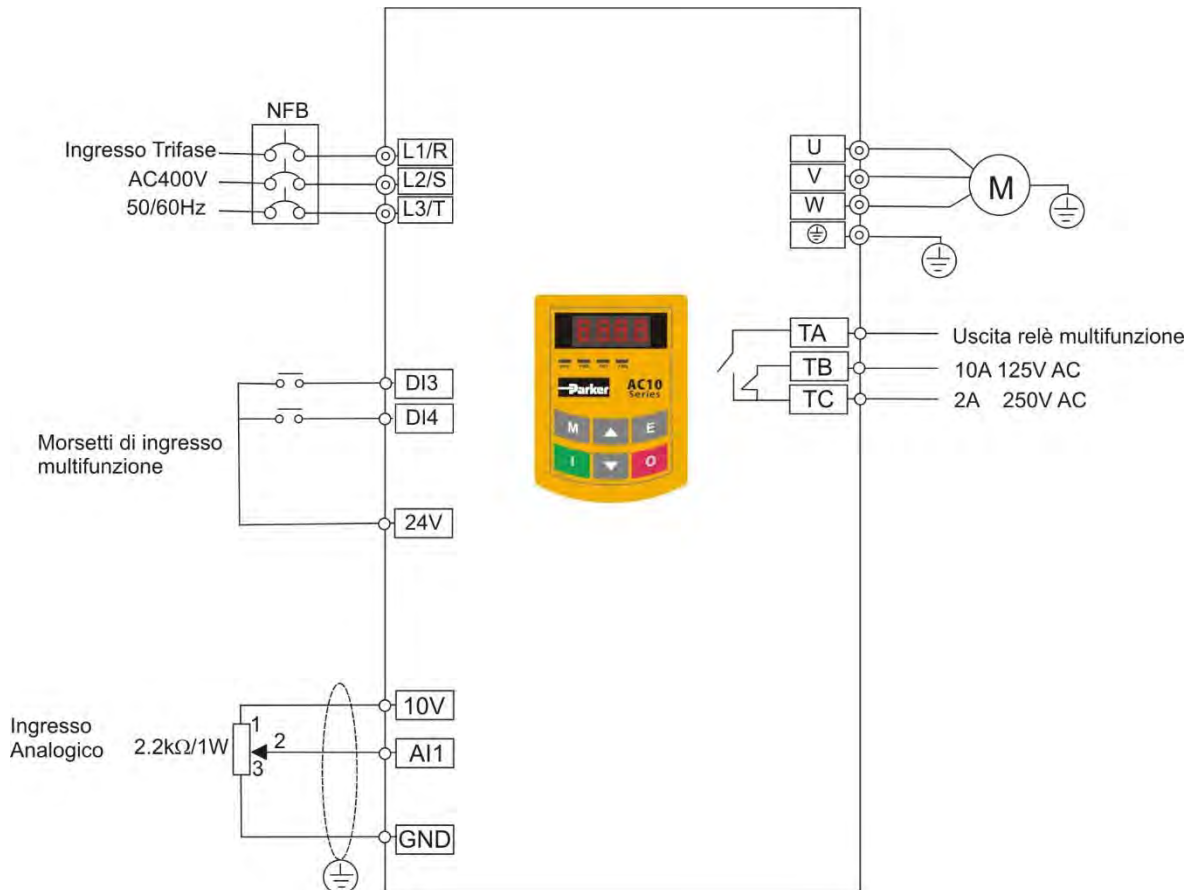

Figura 8-3 Diagramma di cablaggio 3
- i. Collegare i cavi come indicato nella Figura 8-3 . Dopo avere controllato i cablaggi, attivare l'alimentazione di rete e accendere l'inverter. Nota: è possibile utilizzare un potenziometro 2 K-5 K per impostare i segnali analogici esterni. Nel caso di requisiti di precisione maggiori, si consigliano un potenziometro multispira di precisione e cavi schermati per il collegamento, con l'estremità dello strato di schermatura collegato a terra in modo affidabile.